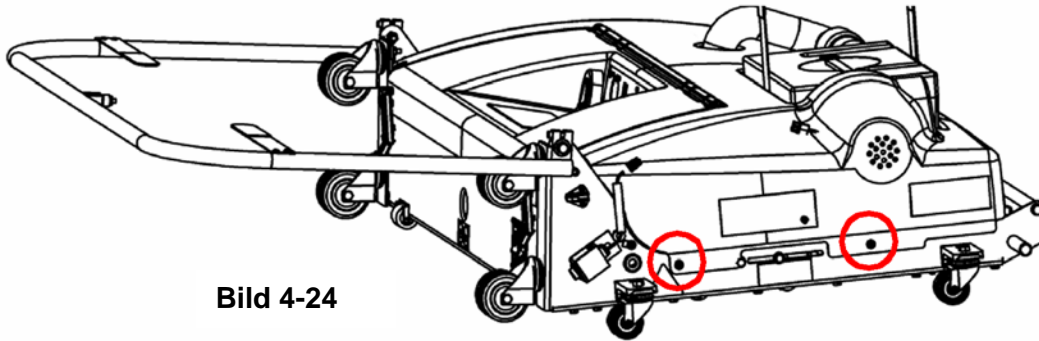

Bild 4-24
1. Lås upp oljeutrymmets dörrspärrar, koppla från vakuumslangen och ta ut avfallstanken, ta av locket till rengöringsmedelstanken, skruva av de två skruvarna på vardera sida av huven (se bild 4-24) och lyft av huven från ramen. Lägg skruvarna åt sidan.